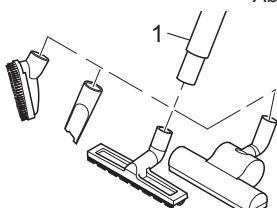

Abb. 9
3. Stecken Sie die gewünschte Düse auf das untere Ende des Teleskoprohrs (Abb. 9/1) oder bei Bedarf direkt auf den Handgriff.